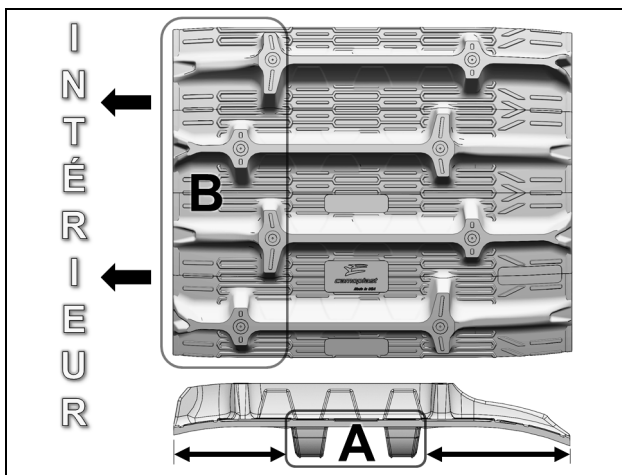

Figure 32
Chenille avant : Les crampons de traction internes (A) ne sont pas centrés à l'intérieur de la chenille. Positionner la partie la plus étroite (B) vers l'intérieur du système. Figure 32.